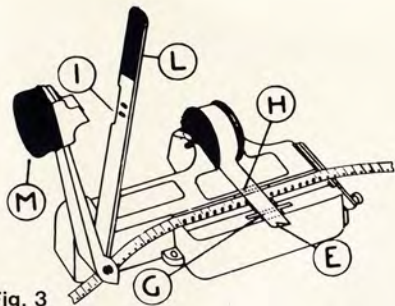

Fig. 3
Adagiare l'altro terminale del film sulla parte sinistra della stessa. Se la pellicola è lunga, risulterà al centro una sovrapposizione facilmente eliminabile facendo scorrere il film da destra a sinistra fino a che i terminali non combacino perfettamente. Qualora al contrario la pellicola fosse corta (molto vecchia) basterà eseguire l'operazione inversa usufruendo della possibilità di scorrimento del film, sempre sulla parte sinistra della matrice. Proseguire poi con le istruzioni da Fig. 3 in avanti per ultimare la giunta.
Fig. 3 - Svolgere un tratto di nastro adesivo (E) ed applicarlo sulle pellicole da giuntare. Con una pressione del dito far aderire il nastro sulla superficie della pellicola in modo che non risultino grinze o bolle d'aria.